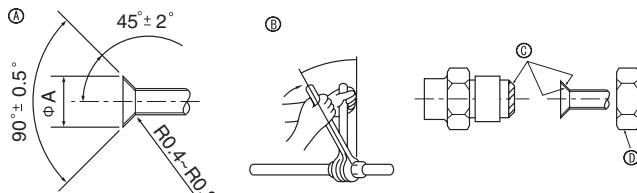

Fig. 4-1
4.2. Rohrabschlüsse (Fig. 4-1)